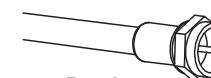

Рис.6
- с одной стороны - вилку F-типа (см. рис. 6) для присоединения к розетке F-типа, которая расположена на монтажной коробке антенны;